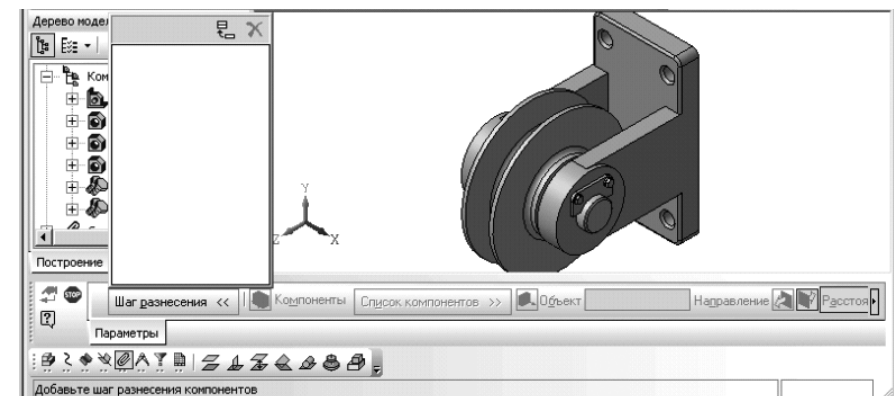

Рис. 6.91. Главное окно системы с **Панелью свойств: Разнести компоненты** до начала разнесения компонентов сборки
- щелкните в всплывающем меню по пункту **Параметры**. Появится **Панель свойств: Разнести компоненты** (рис. 6.91).